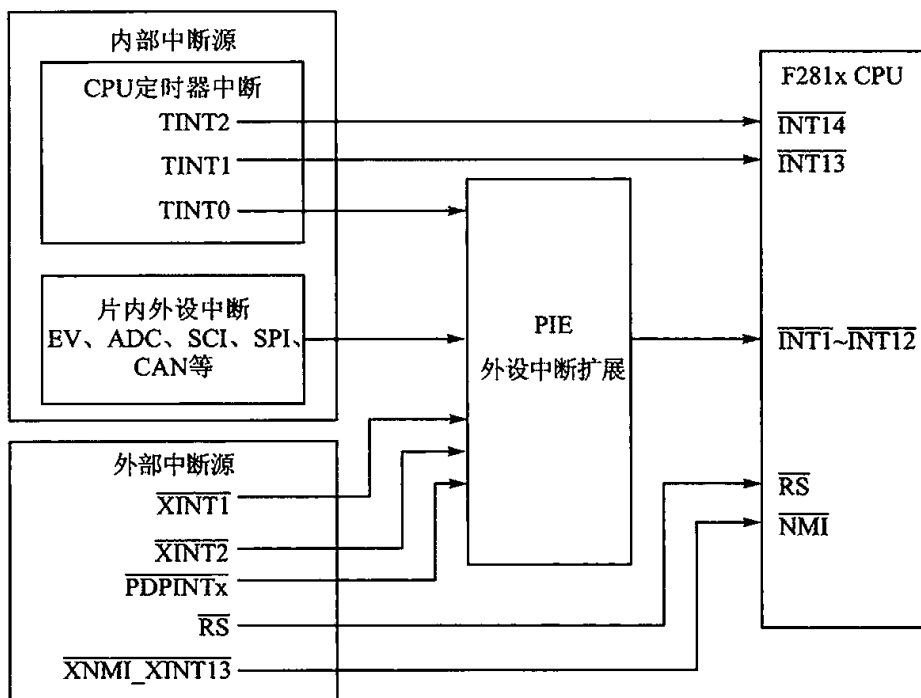

图 11-7 X281x DSP 的中断源
11.2 节介绍的是 X281x CPU 级中断, 图 11-7 是 X281x DSP 的中断源。X281x 的 CPU 共有 16 根中断线, 其中包括 2 个不可屏蔽中断, \overline{RS} 和 \overline{NMI} , 还有 14 个可屏蔽中断 $\overline{INT1} \sim \overline{INT14}$ 。